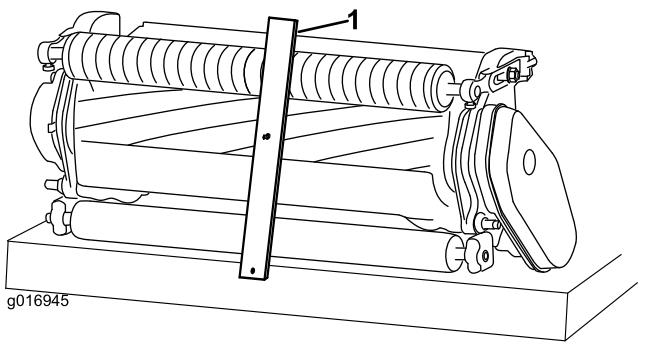

Figura 19
3. Prenda a cabeça do parafuso à extremidade cortante da lâmina de corte e apoie a extremidade traseira da barra na traseira do rolo (Figura 19).